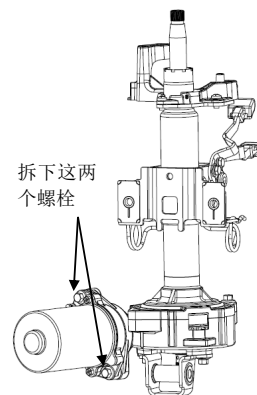

图 4-15
(1) 按前述方式拆下转向管柱总成；
(2) 拆下 2 个螺栓，从转向管柱上拆下电机，如图 4-15 所示。